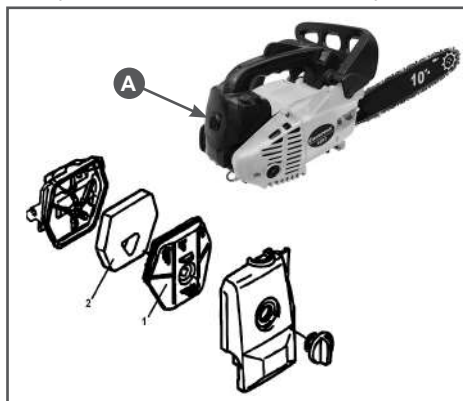

Рис. 22 Обслуживание воздушного фильтра
1. Откройте гайку А и снимите крышку воздушного фильтра (Рис. 22).
2. Извлеките фильтрующие элементы 1,2 из опоры воздушного фильтра (Рис. 22).
4. Очистите капроновый фильтрующий элемент (1) мягкой щеткой. Поролоновый элемент (2) промойте чистой, теплой мыльной водой и просушите. Смочите поролоновый фильтрующий элемент чистым моторным маслом. Лишнее масло отожмите.